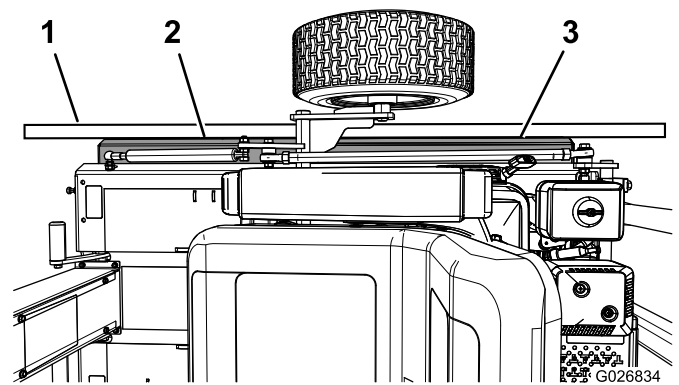

図 12
12. 機体を床の上に置き、前後のローラが平行になっていることを確認する各ローラの前面に全長にわたって直定規を当てて確認すれば全長で 2 mm 図 12。